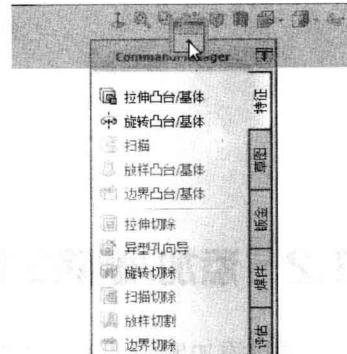

图 1-10 拖动工具栏
(1) 直接在工具栏空白处双击，即可使工具栏恢复到原来的位置。该方法不能使工具栏移动到其它位置。
(2) 单击拖动工具栏，这时在 SolidWorks 界面周围会出现 、、 三个图标，将工具栏拖动到任意一个图标处，如图 1-10 所示，工具栏就会自动插入相应的位置处。